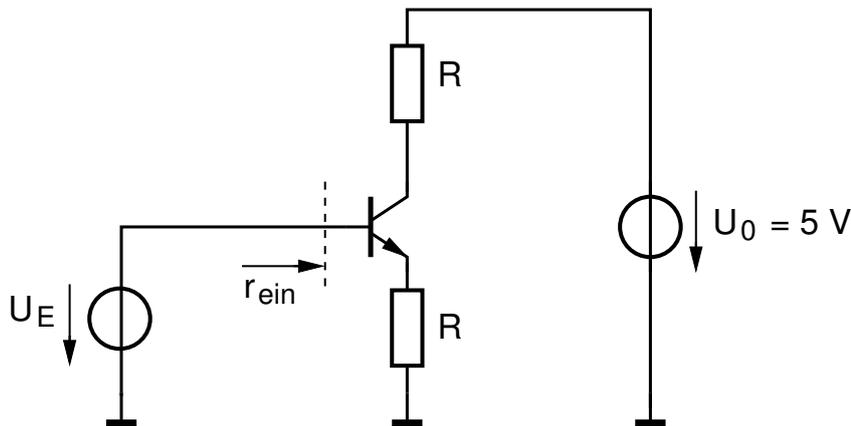

Abbildung 3.1: Schaltung mit einem npn-Bipolartransistor.
Gegeben ist die Schaltung nach Abb. 3.1. Mit Hilfe der Spannungsquelle U_E wird der npn-Bipolartransistor in einen Arbeitspunkt (AP) im normal-aktiven Bereich gebracht. Die Betriebstemperatur der Schaltung ist unbekannt, d.h. es gilt **nicht** $T = 300\text{ K}$!